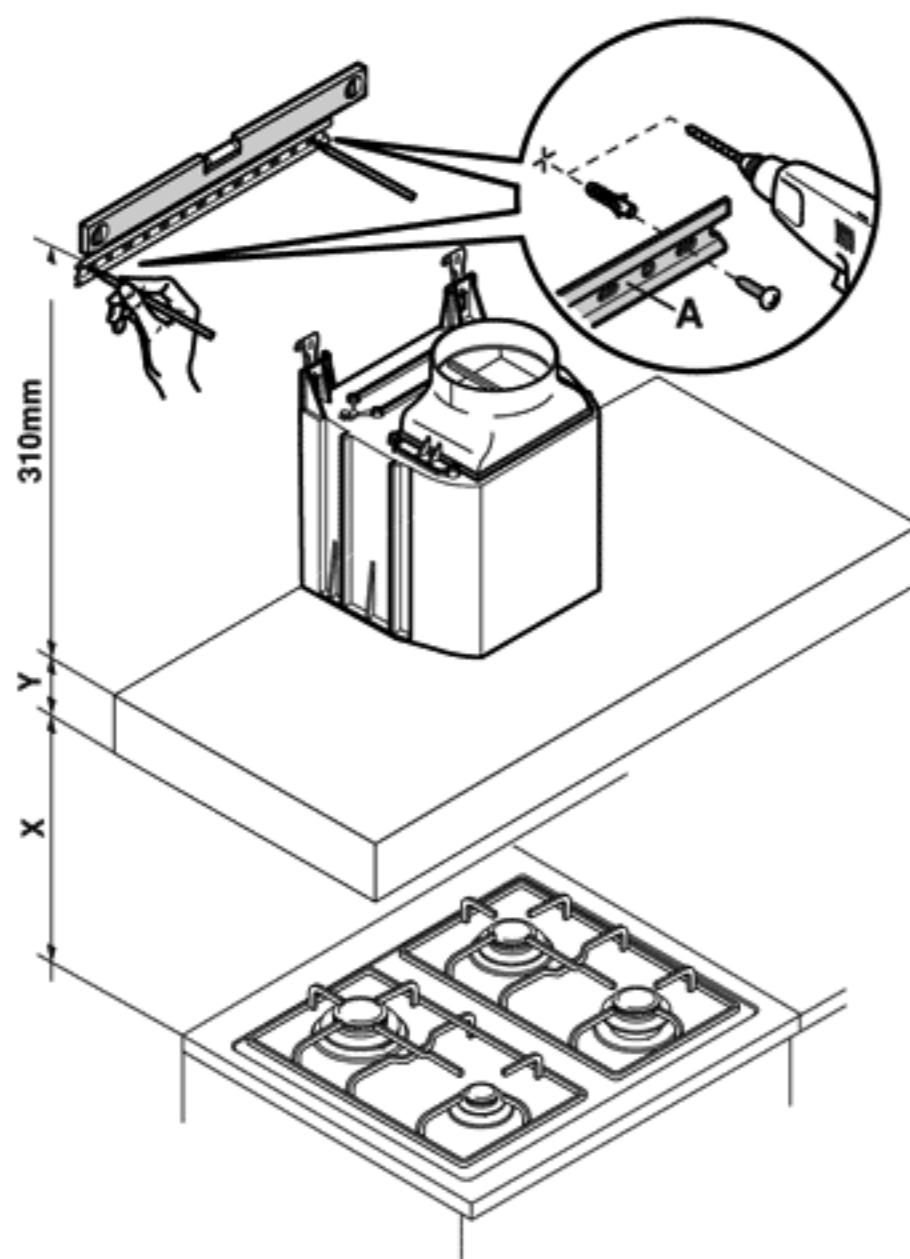

Рис. 1
- Приложить к стене крепежную рейку (**A** – рис. 1) на высоте $X + Y + 310$ мм от варочной панели.